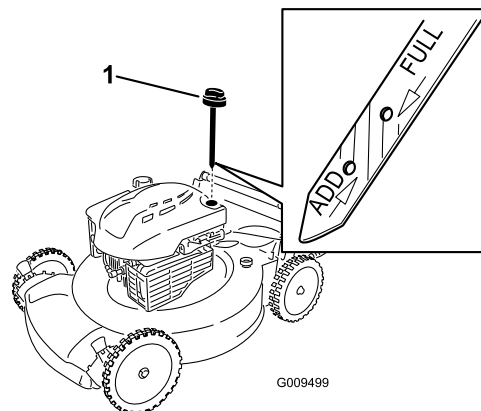

Figure 17
2. Retirez la jauge (Figure 17).
4. Versez de l'huile **lentement** dans le goulot de remplissage pour faire monter le niveau de liquide jusqu'au repère du **plein** (Full) sur la jauge (Figure 17). **Ne remplissez pas excessivement.** (Remplissage max. : 0,59 l (20 oz), type : huile détergente SAE 30 de classe de service API SF, SG, SH, SJ, SL ou supérieure.)